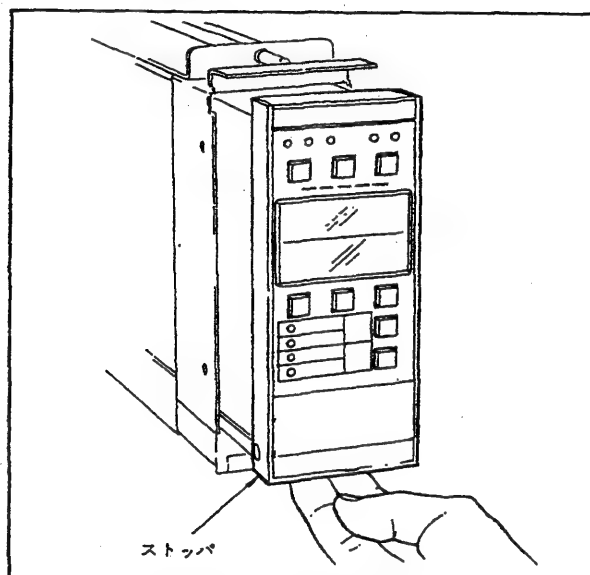

図 5.3.1 内器の引き出し
- ① 正面下部に手を当て、ストッパーを押し上げながら引出します。計器側面のチューニングパネルが見える位置で中間ストッパが働き、それ以上引き出せなくなります（図 5.3.1）。